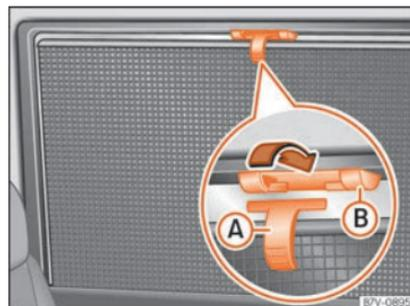

Fig. 147 Dans la fenêtre arrière droite : stores.
- Tirez complètement sur le store grâce à la poignée »» fig. 147 A vers le haut.
- Pour ranger le store, décrochez-le d'en haut et baissez-le manuellement »» ①.